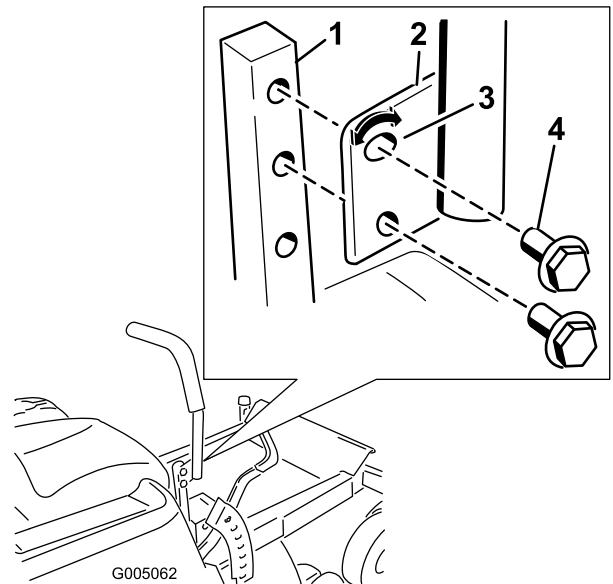

Figura 16
1. Retire los 2 pernos que fijan la palanca de control al brazo de la palanca (Figura 16).
2. Mueva la palanca al juego de taladros siguiente. Fije la palanca con los 2 pernos (Figura 16).
2. Afloje el perno inferior lo suficiente para poder desplazar hacia adelante o hacia atrás la palanca de control (Figura 16). Apriete ambos pernos para fijar el control en la posición nueva.